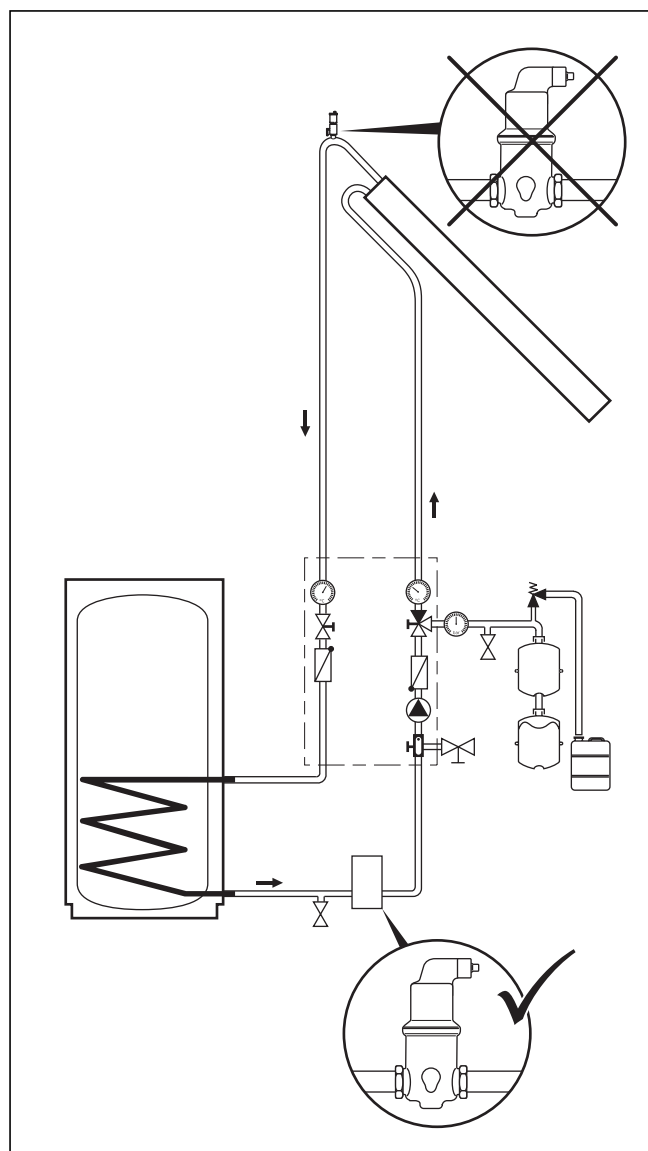

Fig. 2 Monteringssituation
**Luftudskilleren må ikke installeres i nærheden af solfangere (fig. 2), da dampudslip og spild af solvarmevæske ellers kan forventes.**